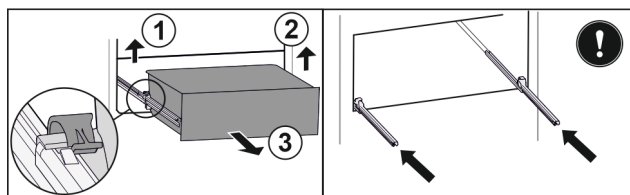

Fig. 137
- ▶ 提起左侧夹子，同时将抽屉左侧向前拉。 Fig. 137 (1)
- ▶ 提起右侧夹子，同时将抽屉右侧向前拉。 Fig. 137 (2)
- ▶ 朝前取出抽屉。 Fig. 137 (3)